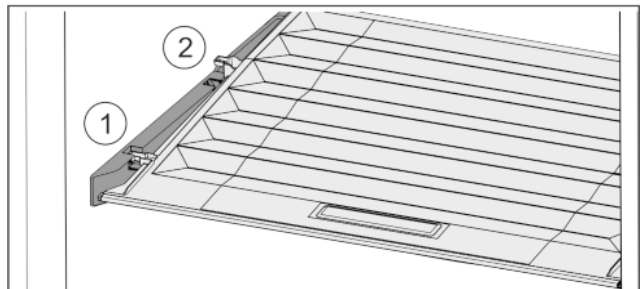

Fig. 33
- Tirer le couvercle vers l'avant jusque dans l'orifice des pièces de retenue Fig. 33 (1).
- Le soulever par le bas à l'arrière et le sortir par le haut Fig. 33 (2).